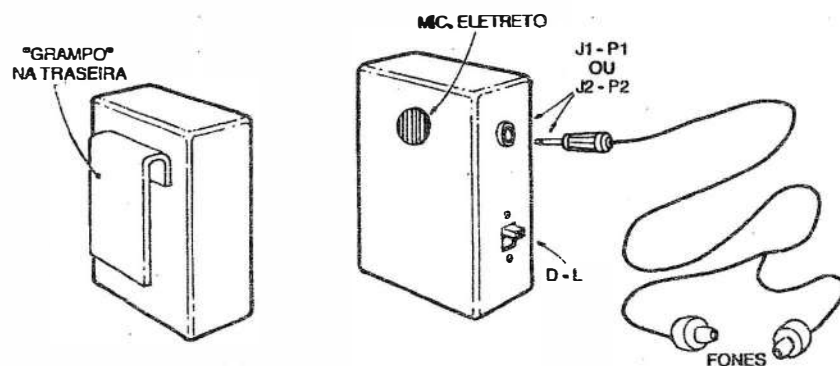

Fig.6
- FIG. 6 - ACONDICIONANDO O CIRCUITO E USANDO O ASUR... - Mesmo que outras soluções sejam possíveis, parece-nos que a sugestão da figura é a melhor, justamente pela simplicidade e praticidade (tanto na elaboração quanto no uso...). Um grampo fixado à traseira da caixinha promoverá o fácil porte do dispositivo *grudado* num bolso de camisa ou blusa, ou mesmo ainda na cintura da pes-